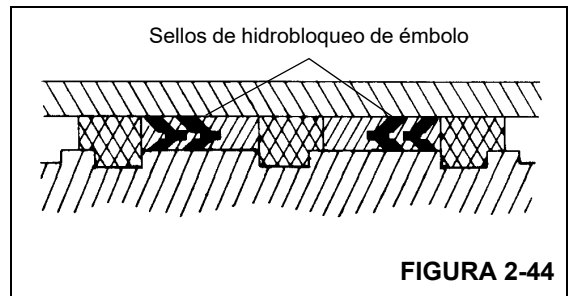

FIGURA 2-44
9. Instale los sellos de hidrobloqueo de repuesto Figura 2-44 en la parte exterior del émbolo. Asegúrese de que las partes en V de los dos sellos de hidrobloqueo apunten la una hacia la otra.